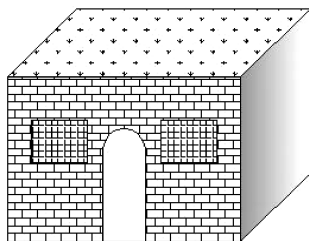

图 6-74 “田间小屋”图形文件
(1) 打开“源文件\第 6 章\以外部参照的方式为‘田间小屋’添加一个花园\田间小屋”图形文件,如图 6-74 所示。